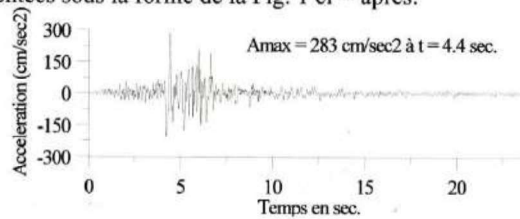

Figure 1 : Composante accélérométrique Est – Ouest ; séisme du Mont – Chenoua du 29 Octobre 1989.
L'article doit être présenté sur un papier de format A4 (21.0 cm x 29.7 cm), en une seule colonne de largeur 16 cm et de hauteur 22 cm au maximum correspondant à la surface imprimable. Les appels de figures, références et équations doivent être respectivement conformes aux exemples d'abréviations suivants : Fig. 1, Ref. [2] et Eq. (3). La mise en forme définitive du document est à la charge de la revue Algérie Equipement.
Les figures doivent être présentées sous la forme de la Fig. 1 ci – après.